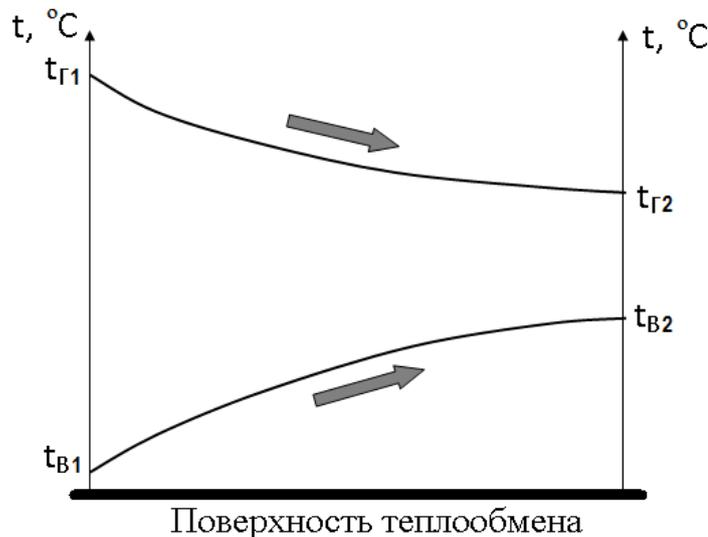

Рис. 1. График распределения температур вдоль поверхности теплообмена прямоточного теплообменника
6. Построить график распределения температур вдоль поверхности теплообмена (см. рис. 1)